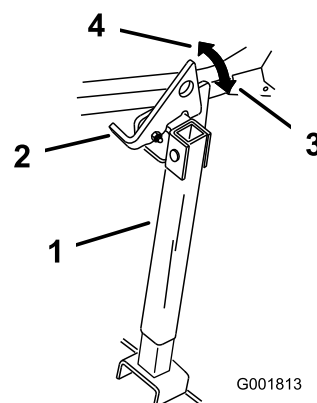

Figure 33
- Relevez le verrou en position déverrouillée (Figure 33).